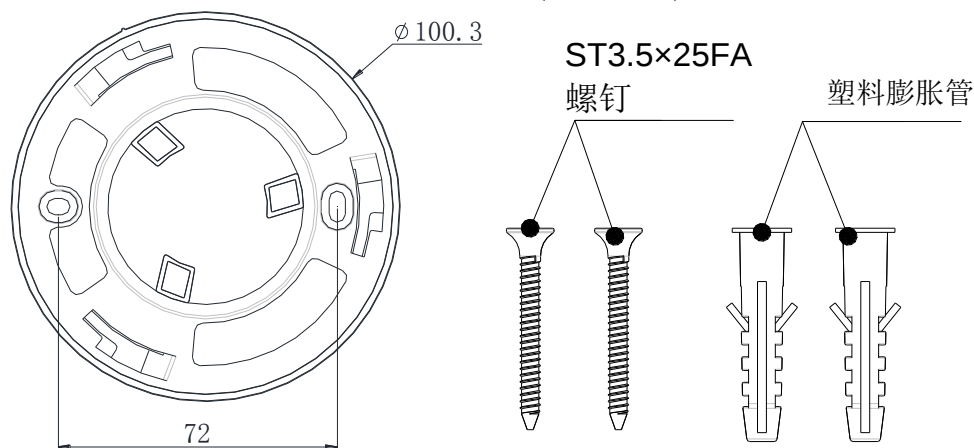
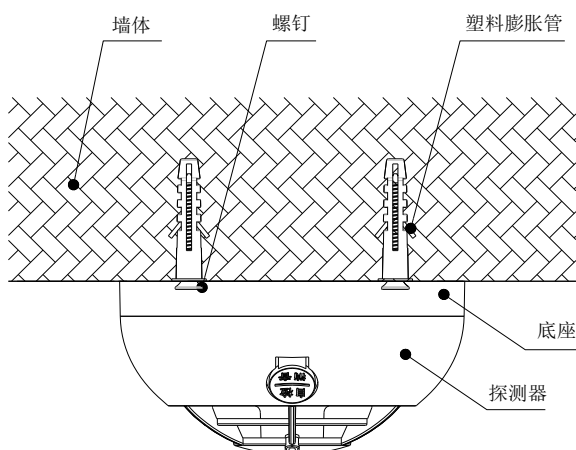

图 2 TX3190(外置电池)底座及固定配件
图 4 报警器安装示意图
4.2 报警器底座尺寸示意图, 如图2所示 (单位: mm)
- ① 按图 4 所示, 用塑料膨胀管和 3.5×25FA 螺钉将报警器底座固定在屋顶上, 安装孔距如图 2 所示。
- ② 将 2 节电池推入报警器电池槽内, 报警器接通电源处于正常监控状态。
- ③ 自检测试: 按一下自检按键, 红、绿、黄灯交替闪烁并发出报警声, 则报警器工作正常。如不正常, 则应检查电池是否正确安装或电压过低。
- ④ 测试好后, 将报警器旋接到底座上, 顺时针旋紧到位。